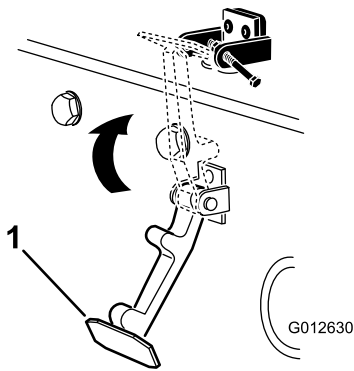

Bild 8
7. Haken Sie den Riegel in die Halterung des Motorhaubenriegels ein (Bild 8).